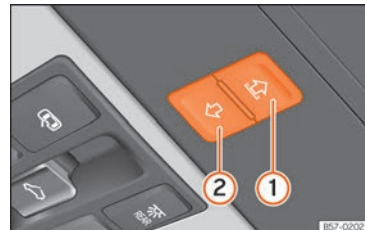

Abb. 105 Im Dachhimmel: Tasten des Sonnenschutzrollos.
Die Tasten **Abb. 105** **1** und **2** haben zwei Stufen. In der ersten Stufe kann das Sonnenrollo ganz oder teilweise geöffnet oder geschlossen werden.
- *Sonnenschutzrollo*: Innerhalb von etwa 5 Sekunden nach dem Auslösen der Kraftbegrenzung die Taste **Abb. 105**  so lange drücken, bis das Sonnenschutzrollo vollständig geschlossen ist.